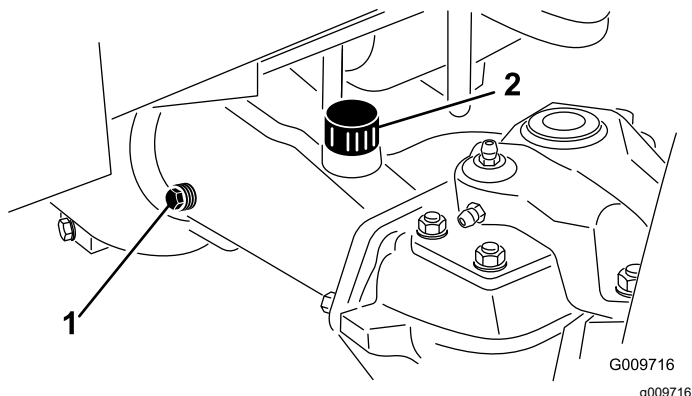

Bild 65
2. Entfernen Sie die Prüfschraube aus einem Ende der Achse (Bild 65) und stellen sicher, dass der Schmierstoff die Unterseite des Lochs erreicht. Entfernen Sie bei niedrigem Ölstand die Füllschraube (Bild 65) und füllen genug Öl ein, um den Stand bis an die Unterseite der Prüfschraubenöffnungen anzuheben.